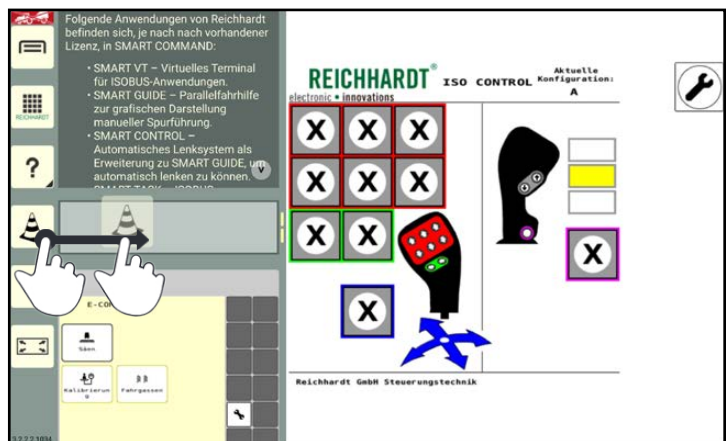

Abb. 81: Anwendung in Miniaturfenster platzieren
4. Warten Sie bis sich ein leeres, schmales Fenster abzeichnet (siehe Abb. 81).